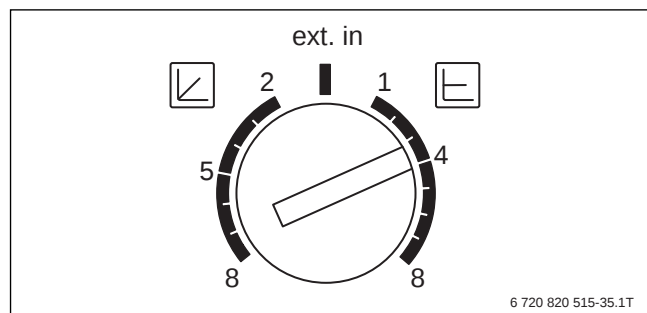

Bild 19 Einstellmöglichkeiten Pumpe PC0
- Die Pumpe PC0 der Pumpengruppe des Gas-Brennwertgeräts muss auf Δp = konstant eingestellt werden. Die Einstellung erfolgt direkt an der Pumpe PC0 (→ Bild 19). Der Förderdruck der Pumpe PC0 ist entsprechend dem Druckverlust des Wärmetauschers des Gas-Brennwertgeräts zu wählen. Druckverluste des Gas-Brennwertgeräts bei $\Delta T = 25$ K: